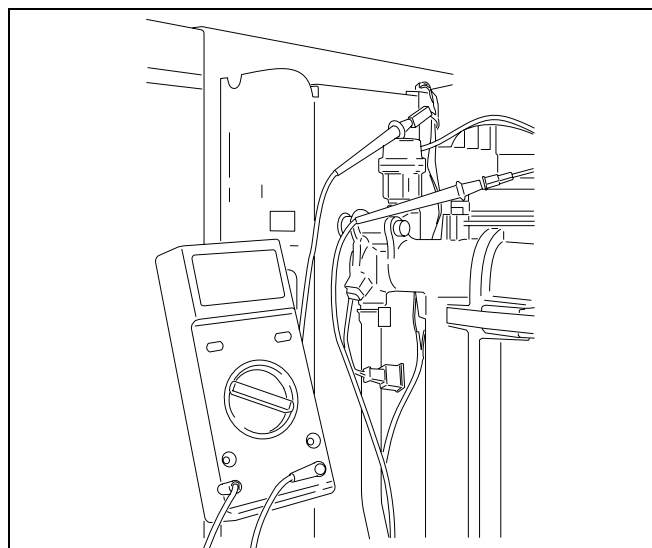

Рис. 36 Измерение ионизационного тока
7.2.11 Измерение ионизационного тока (рис. 36)
- Ослабить штекерное соединение ионизационного электрода и последовательно подключить измерительный инструмент (рис. 36).